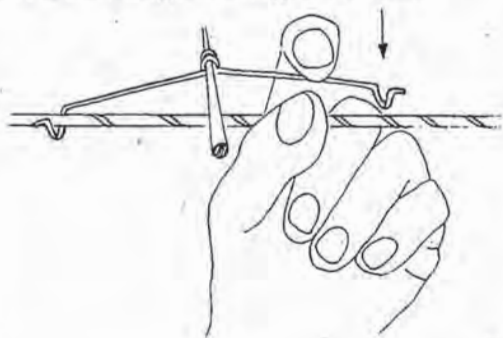

Fig. 18
2. Fissate quindi i fermagli di sicurezza intorno al cavo in modo che le estremità corrispondenti vengano pressate sul cavo (fig. 18). A questo punto l'elemento può ruotare in qualsiasi posizione.